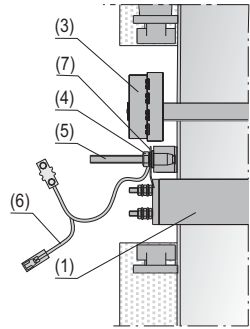

Fig. 2.4
superior del depósito, por debajo de la cubierta plástica, y a través del agujero de diámetro 22 mm., que existe en la carcasa metálica protectora (8). Realizar el conexionado eléctrico, conectando el cable de línea al terminal 1 del termostato, el neutro al terminal 2 del termostato y el cable de tierra al cable doble de toma de tierra suministrado (6), mediante la regleta de un elemento (fig.2.4).